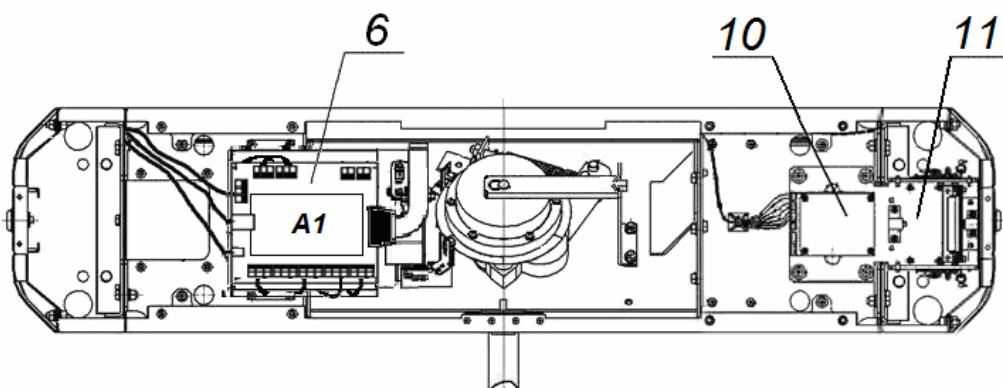

Рисунок 11. Схема прокладки кабелей в стойке ЭП
6. Подготовьте в полу отверстия под гильзы анкеров для крепления стойки ЭП. Установку и крепление стойки производите после прокладки всех кабелей в кабельном канале и внутри стойки. Схема прокладки кабелей в стойке показана на рис. 11.
7. Демонтируйте боковую заглушку (10) и выньте контейнер картоприемника (18), открыв ключом замки (11) и (19).
9. Снимите крышку стойки ЭП (3) (см. разд. 6).
10. Протяните кабели внутри стойки. Рекомендуемое расположение кабелей при прокладке внутри стойки показано на рис. 11.
14. Выполните заземление стойки ЭП в соответствии с требованиями ПУЭ («Правила устройства электроустановок»). Контакт заземления **Z1** (8, рис. 11) находится за боковой заглушкой стойки (10). Для крепления кабеля заземления на контакте используйте гайку M4.
При производстве механизм картоприемника (11, см. рис. 11) установлен со стороны считывателя №1 (A2).
7. Отсоедините кабель картоприемника от платы управления картоприемника A1 (10, рис. 11).